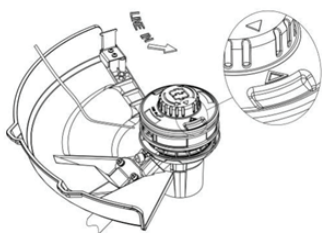

Рис. 15
1. Совместите стрелку на поворотной части с неподвижной стрелкой (Рис. 15).
2. Вставьте режущую леску в оправу, которая отмечена «LINE IN» на катушке (Рис. 15).